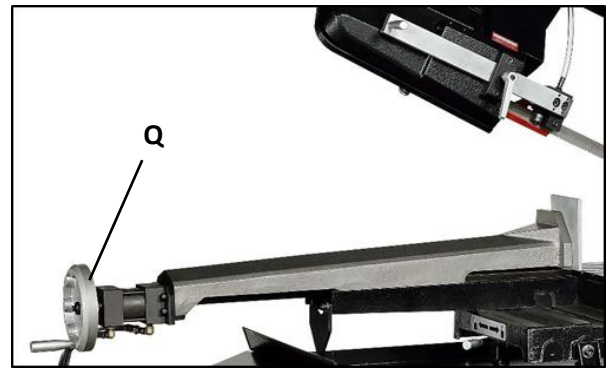

Abb. 7-5: Bedienung des Spannstocks
3. Den Schalter (J) betätigen, um den Sägebügel nach oben zu bewegen.
4. Zum Öffnen des Spannstocks mittels des Hydraulikzylinders den Schalter (K) betätigen.
5. Das Handrad (Q, Abb. 7-5) drehen, um den Spannstock manuell zu öffnen.